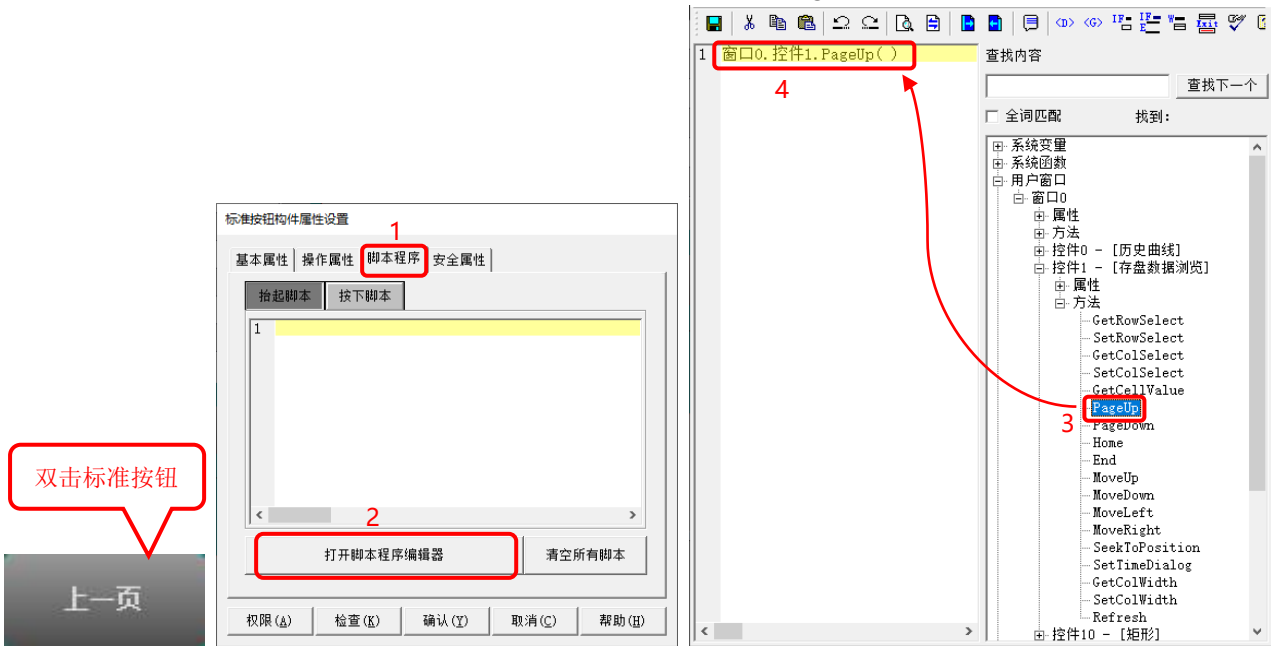

图 5.2-18 添加存盘浏览构件方法函数
- ⑦ 报警浏览构件历史数据显示功能组态完成，用户还可以选择使用报警浏览构件提供的方法函数，实现在工程运行时，执行“上一页”、“下一页”、“显示指定时间段数据”、“数据刷新”等功能。
- ⑧ 如图 5.2-18 所示，在“窗口 0”添加一个标准按钮构件，修改标准按钮构件的显示文本为“上一页”，再进入其“脚本程序”页，点击“打开脚本程序编辑器”，在右侧对象树依次展开“用户窗口”→“窗口 0”（存盘浏览构件所在的窗口名）→“控件 1”（存盘浏览构件名称）→“方法”，双击其中的“PageUp”，将上翻页函数添加到脚本编辑框。